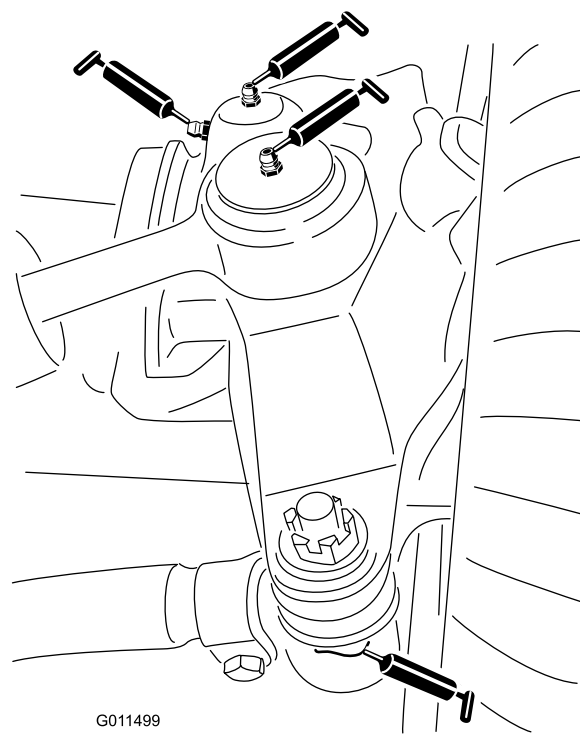

Figura 64
- Duas rótulas esféricas do cilindro da direção (Figura 64)
- Duas rótulas esféricas da barra de ligação (Figura 64)
- Dois casquilhos do pino principal (Figura 64). **O bocal superior do pino principal apenas deverá ser lubrificado uma vez por ano (2 bombas).**